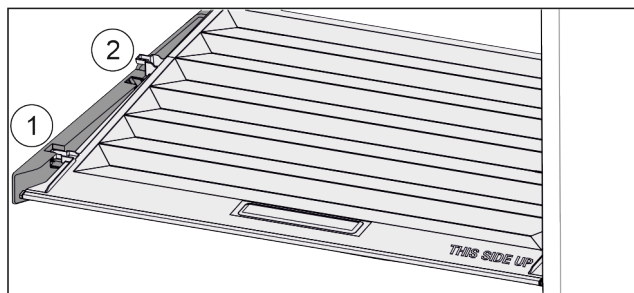

Fig. 97
- ▶ Vytáhněte víko dopředu až k otvoru v přídržných dílech Fig. 97 (1).
- ▶ Vzadu zespuďte nadzvedněte a vyjměte směrem nahoru Fig. 97 (2).